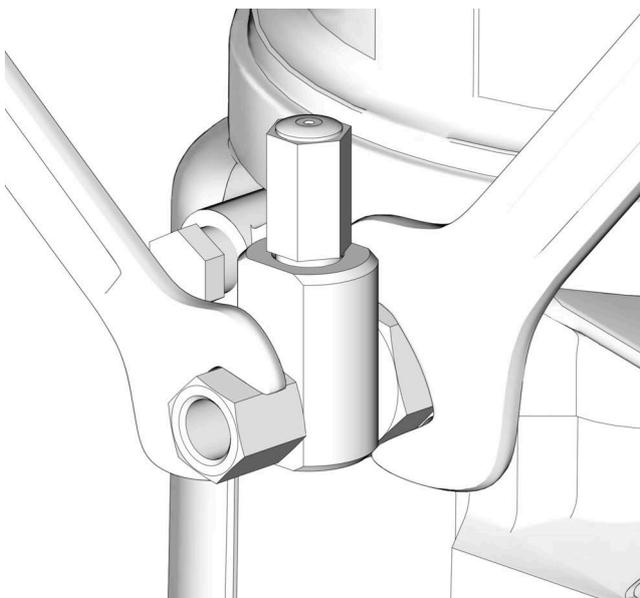

FIG. 12
Para aliviar la presión del sistema, ponga dos llaves en el elemento de bomba y su accesorio de conexión y haga fuerza en direcciones opuestas cuando conecte algo al elemento de bomba o accesorios auxiliares. Vea un ejemplo en la FIG. 12.
- Utilice siempre dos llaves y haga fuerza en direcciones opuestas cuando conecte algo al elemento de bomba o accesorios auxiliares. Vea un ejemplo en la FIG. 12.